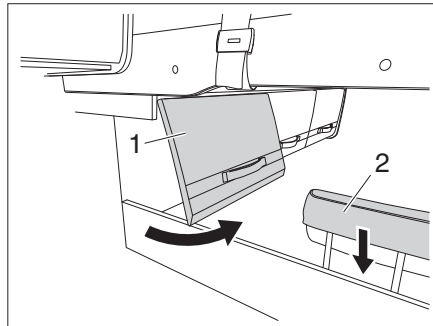

Fig. 145 Portillon du compartiment de rangement et appuie-tête
- Ouvrir le portillon du compartiment de rangement (Fig. 145,1).
- Abaisser l'appuie-tête (Fig. 145,2).